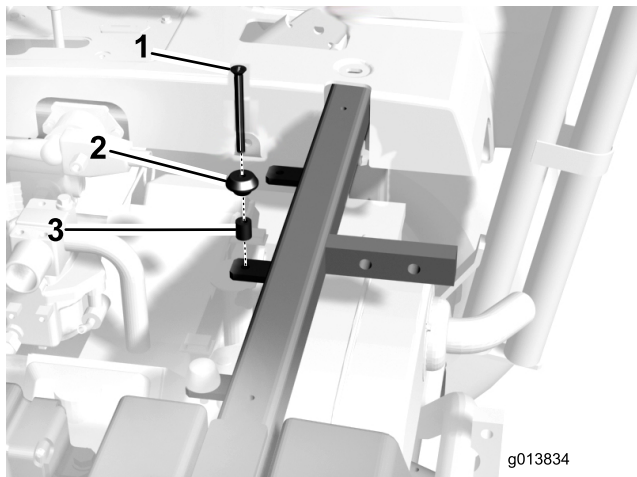

Bild 8
12. Setzen Sie die neue Maschinenschraube, den vorhandenen Sitzhaltepfosten und das Distanzstück in die Rahmenlasche (Bild 8). Setzen Sie die Muttern noch nicht ein.